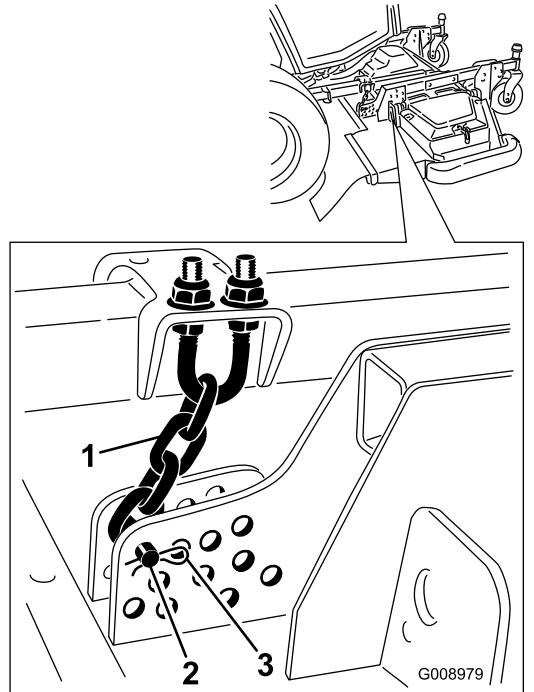

Bild 134
4. Entfernen Sie den Splint und den Lastösenbolzen, mit denen die Schnitthöhenkette an der Rückseite des Mähwerks befestigt ist (Bild 134).